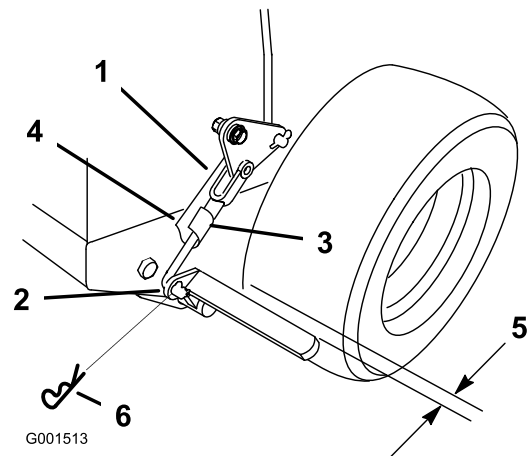

Figure 42
3. Enlevez la goupille fendue élastique de la biellette de frein inférieure (Figure 42).
stationnement ; tournez la biellette de frein dans le sens antihoraire hors de la chape pour desserrer le frein de stationnement (Figure 42).
**Remarque:** Lorsque le frein de stationnement est desserré, un espace d'environ 6 mm doit exister entre le pneu et la barre plate (Figure 42).
5. Fixez la biellette inférieure au levier de frein inférieur avec la goupille fendue et l'axe de chape (Figure 42).